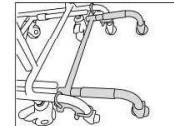

図3
(3) ネックサポートの付け方 (オプション) (オプション品一覧図 a)
- ① 背シートと補助ベルトの間に取り付けて下さい。
- ② バックルで張り調整を行って下さい。
(4) 安全ベルトの付け方 (オプション)
- ① 左右どちらでも使用できます。
- ② 対象者の座高に合わせ、肩の位置で合わせて下さい。
(5) 転倒防止金具 (オプション) (図3)
- ① 取付は販売店で行ってください。
- ② リクライニング時の安定性が良くなります。